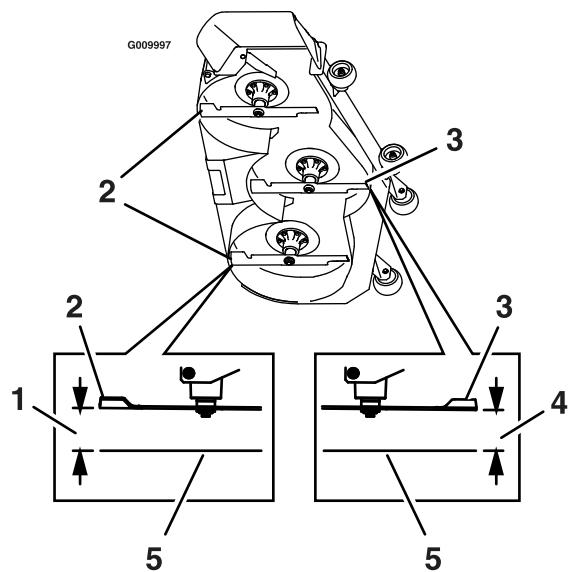

Bild 76
7. Messen Sie den Abstand zwischen dem Boden (ebene Fläche) bis zur vorderen Spitze des mittleren Messers (Bild 76).